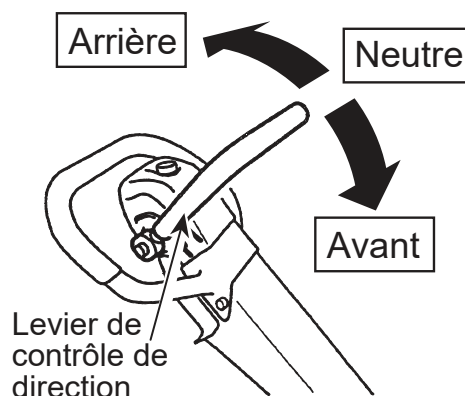

Figure 17. Levier de commande de direction
3. En utilisant le levier de commande de direction, faites avancer ou reculer la machine (Figure 17). Quand le levier de commande de direction est poussé vers l'avant, la machine avance. Quand il est tiré en arrière, la machine recule.